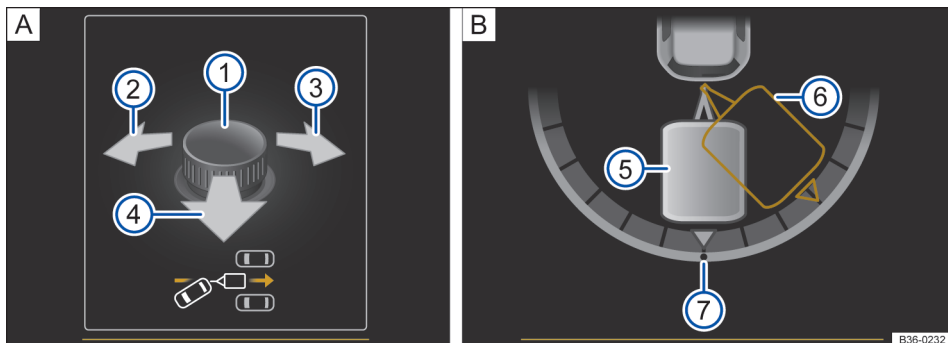

Fig. 134 No display do instrumento combinado: operar o assistente de manobras do reboque.
Legenda para → Fig. 134:
- Bascular o botão rotativo até atingir a direção desejada. No display do instrumento combinado, aparece uma representação do conjunto na posição atual para orientação → Fig. 134 .
- Se necessário, corrigir o ângulo com o botão rotativo → Fig. 134  ①.